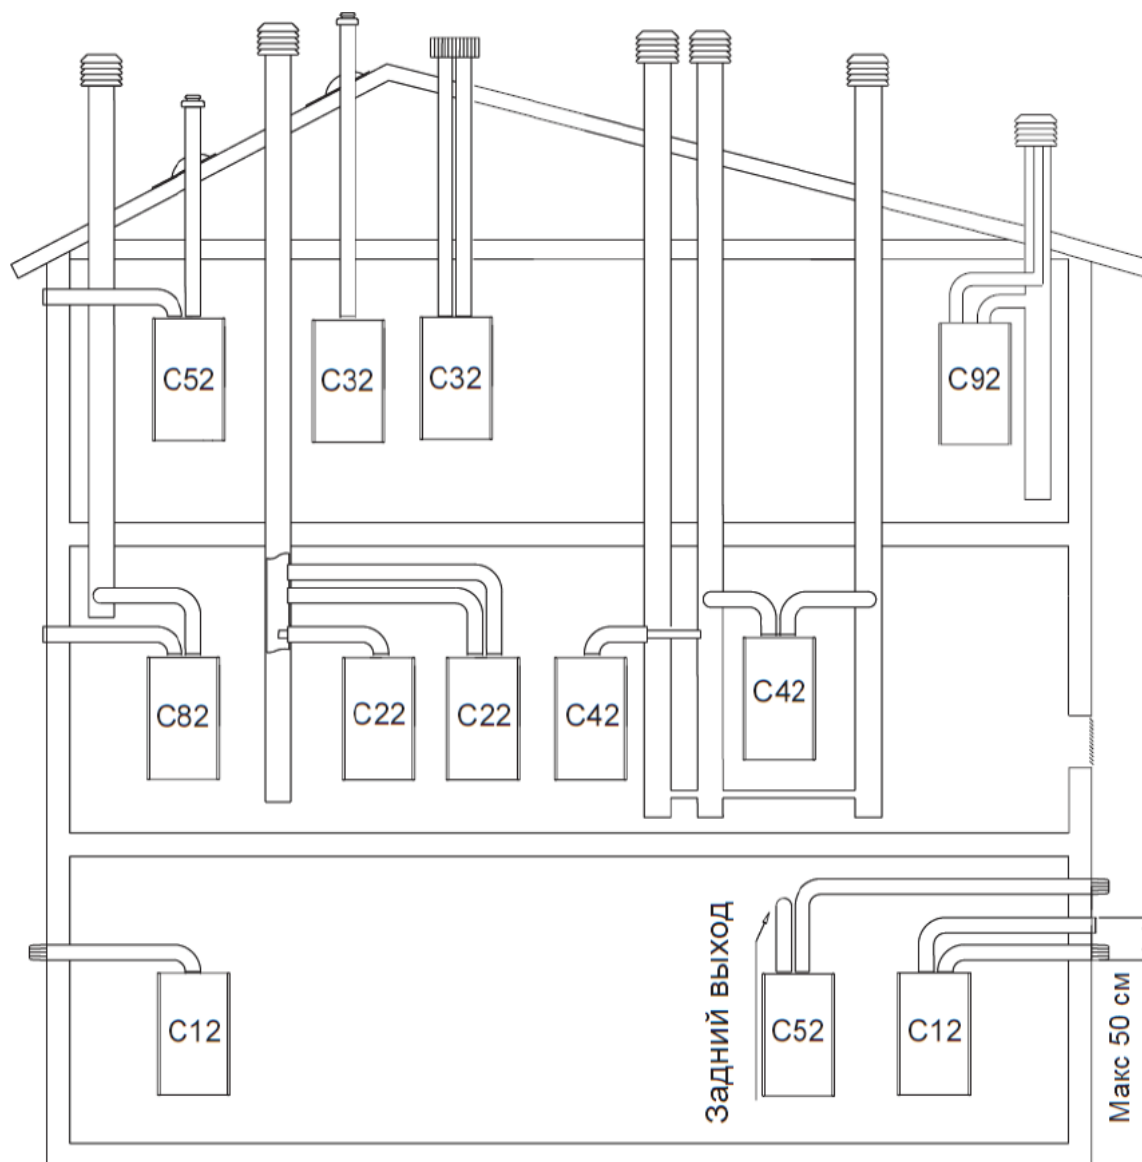

Рис.9 Дымоудаление типов С
Устройства OpenTherm подключаются к двухполюсному штекеру, показанному на рис.9. Штекер находится за коробом с основной платой котла.
Подсоедините сливной патрубок предохранительного клапана **D** (рис.9) в дренажную канализацию. Присоединение следует выполнять «с разрывом струи», чтобы иметь возможность
- Постепенно открывайте кран заполнения **FV** (рис.9);
- После удаления воздуха из системы отопления, продолжайте подпитку и отслеживайте давление по манометру **P**. (рис.9). При установлении давления равном 1,5 бар, подпитку прекратить.